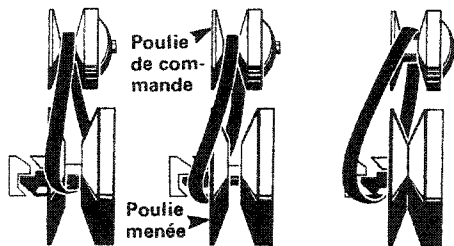

Fig. 1
4. Enlevez la courroie de la poulie de commande et poussez-la entre le silencieux et l'extrémité de la poulie menée. Pour installer la nouvelle courroie. (Voir Fig. 1).
1. Enlevez la console et la courroie de commande. (Voir Fig. 1). Ouvrez la poulie menée (tournez et poussez la moitié coulissante).